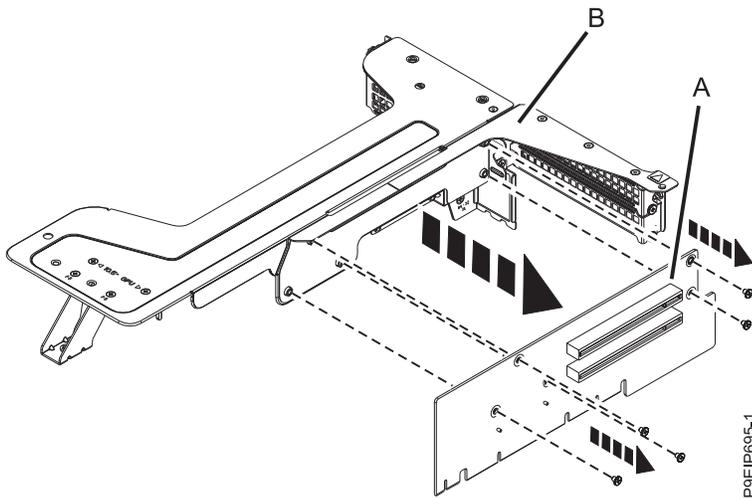

Figura 25. Extracción de la tarjeta de expansión de la posición 1
8. Extraiga la tarjeta de expansión del marco de la tarjeta de expansión. Extraiga los cinco tornillos que fijan la tarjeta de expansión (A) al soporte de tarjeta de expansión (B), tal como se muestra en la Figura 25.